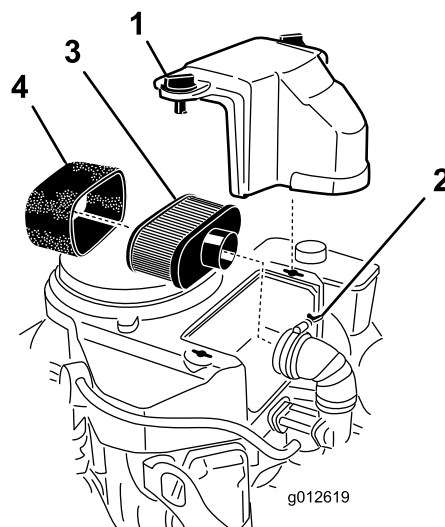

Figura 37
3. Pulite intorno al filtro dell'aria per evitare che la morchia possa penetrare nel motore provocando gravi danni (Figura 37).
4. Allentate le manopole del coperchio e rimuovete il coperchio del filtro dell'aria (Figura 37).
5. Allentate la fascetta stringitubo e rimuovete il gruppo filtro dell'aria (Figura 37).
6. Tirate via con cautela l'elemento in schiuma sintetica dall'elemento di carta (Figura 37).
1. Infilate con cautela l'elemento in schiuma sintetica sull'elemento di carta (Figura 37).
2. Collocate il gruppo filtro dell'aria sull'apposita base o flessibile e fissatelo (Figura 37).
3. Posizionate la copertura del filtro dell'aria e serrate la manopola di copertura (Figura 37).